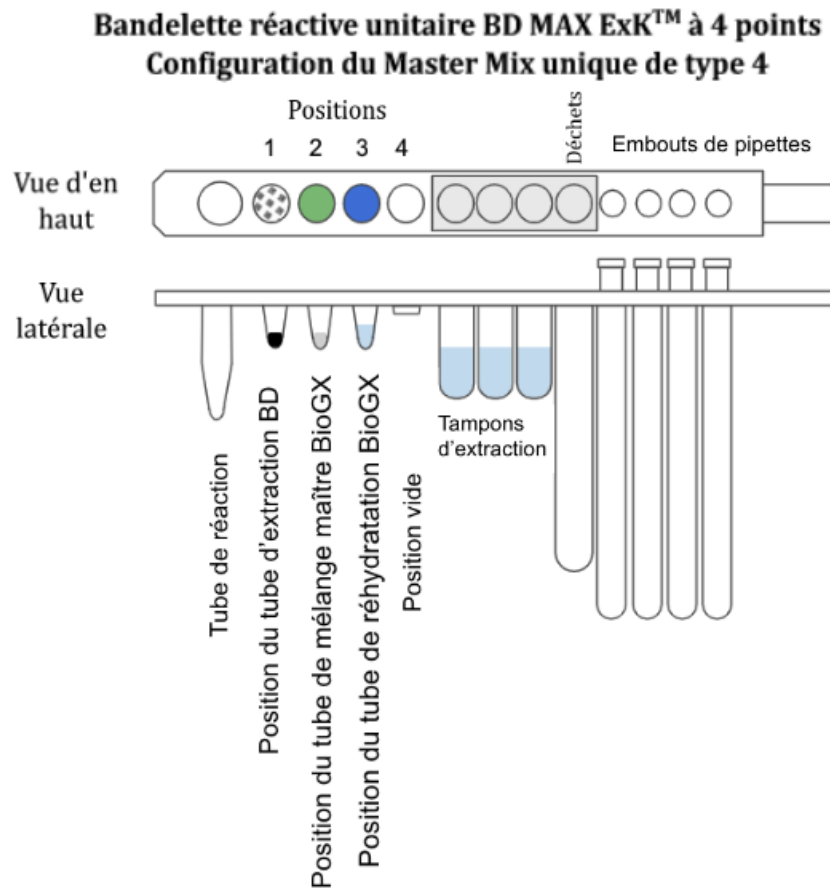

Figure 1 – Schéma des bandelettes réactives unitaires BD MAX™ ExK™ à 4 points
4. Placez un tube d'extraction BD MAX™ ExK™ DNA-1 à la position 1 (point 1) de chaque bandelette réactive unitaire (figure 1).